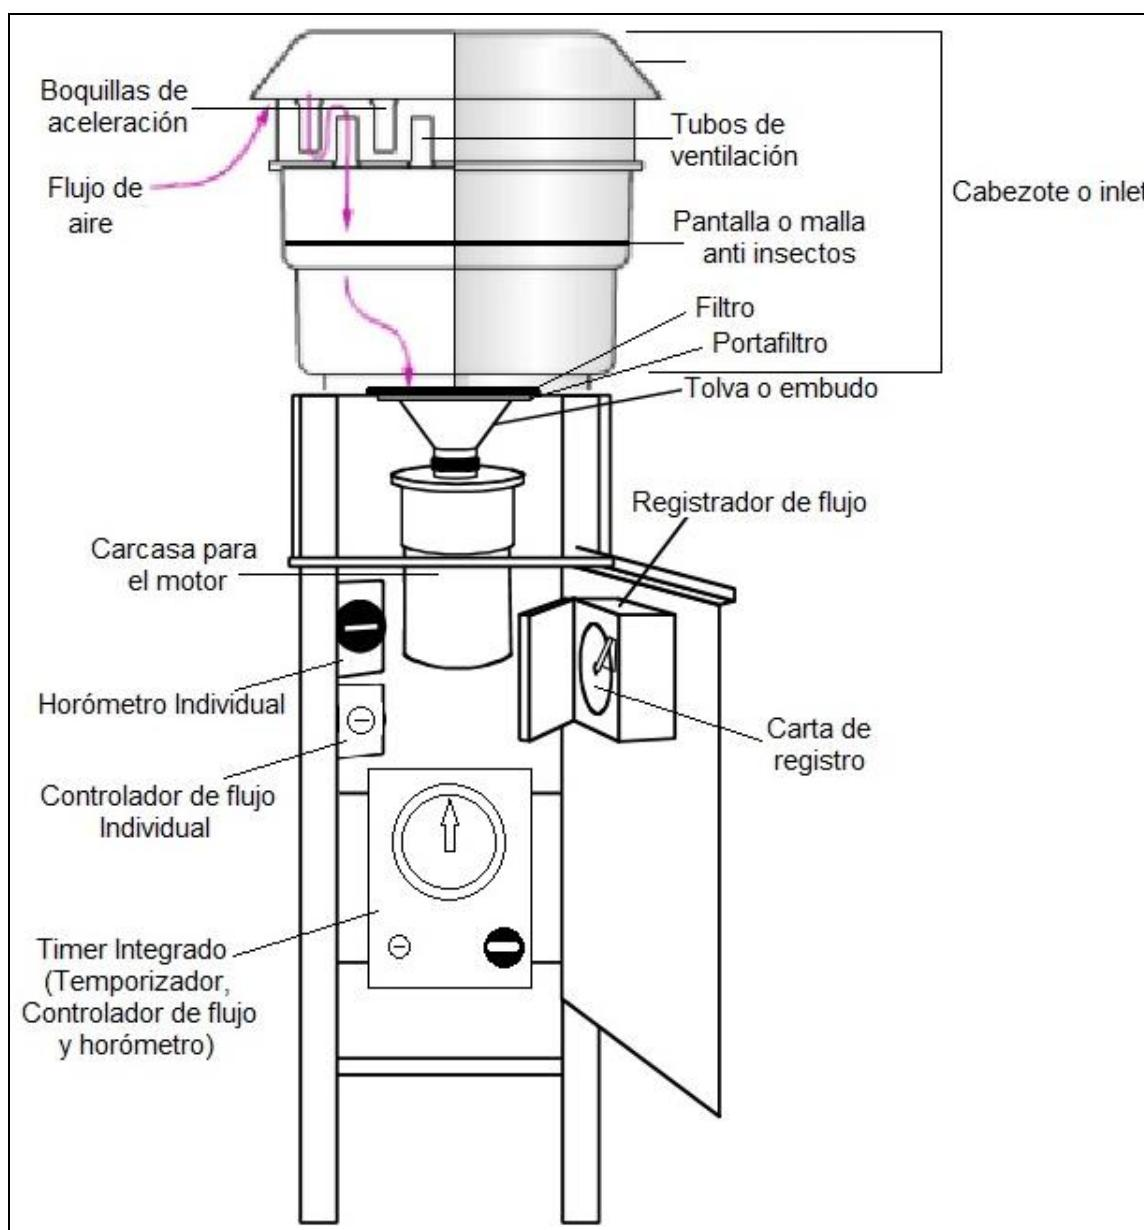

Figura 2. Esquema general de un muestreador Hi Vol PM10. Fuente: Adaptado del Manual de Operaciones (Tisch).
6.2. Identificación de las partes del equipo: En la Figura 2 se observa un esquema general de un muestreador Hi Vol PM10 en el cual se debe tener en cuenta que hay algunos Timer que son integrados (poseen temporizador, controlador de flujo y horómetro en una sola parte), pero también se pueden encontrar estos componentes de manera individual. Así mismo, en la Figura 3 se observan las partes internas de un motor (que están contenidas en la carcasa) y en la Figura 4 se muestran las partes del portafiltros.